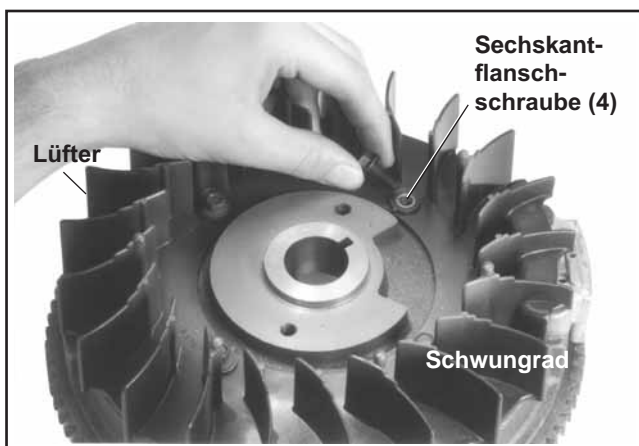

Abbildung 9-39. Lüfter vom Schwungrad entfernen.
4. Entfernen Sie die vier Sechskantschrauben und den Lüfter vom Schwungrad. Siehe Abbildung 9-39.